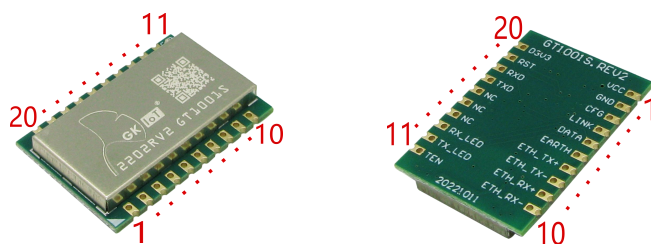
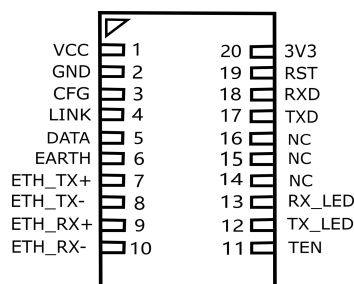

图 3-3 GT1001S 实物图
图 3-4 GT1001S 引脚分布图
(2) GT1001S 实物如图 3-3 所示；引脚分布如图 3-4 所示；引脚功能描述如表3-2所示。